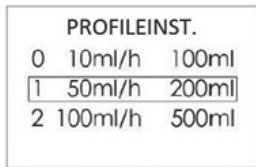

Abb. 29: Profileinstellungen
- Wählen Sie mit der - und -Taste den gewünschten Speicherplatz und bestätigen Sie Ihre Wahl mit der -Taste (Abb. 29).
- Wählen Sie mit der - und -Taste die gewünschte Volumengrenze. Für eine kontinuierliche Infusion ohne Volumengrenze wählen Sie das „∞“-Zeichen. Bestätigen Sie die Wahl mit der -Taste. Sie gelangen zurück in die Übersicht zur Profileinstellung (Abbildung 29).